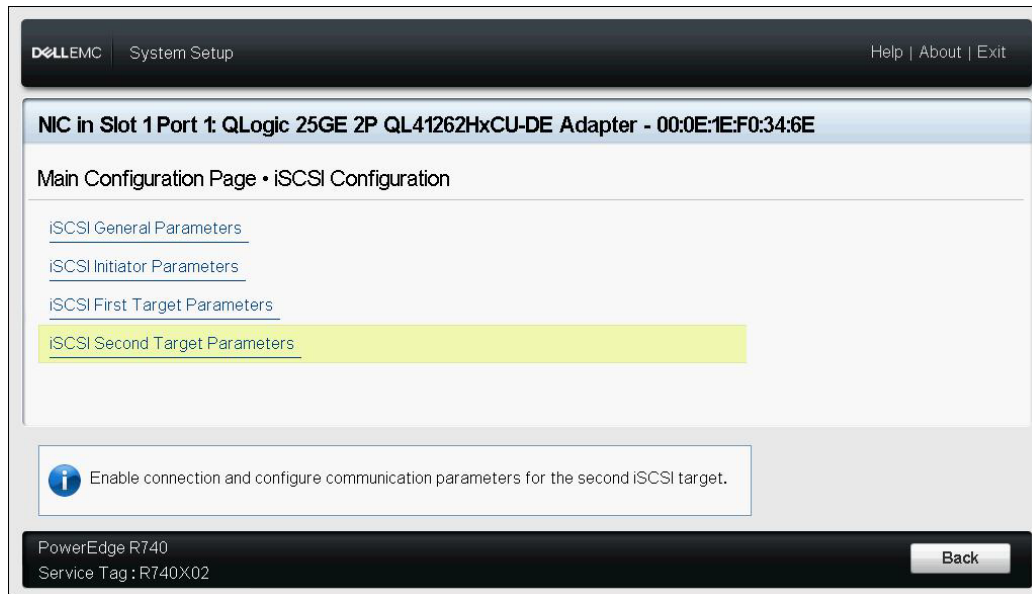

Figure 9-13. Configuration du système : Paramètres de la deuxième cible iSCSI
12. Si vous souhaitez configurer un deuxième périphérique cible iSCSI, sélectionnez **Paramètres de la deuxième cible iSCSI** (Figure 9-13), et entrez les valeurs des paramètres comme vous l'avez fait à l'étape 10. Sinon, passez à l'étape 13.